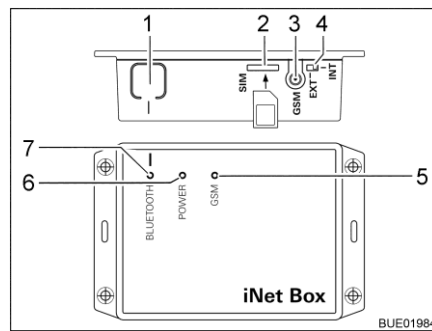

Bild 251 Truma iNet-Box
- Tryck in knappen BLUETOOTH (Bild 251,1) på iNet-Box i 1 sekund. Truma iNet-Box förblir synlig i ungefär 2 minuter i mobil terminalenheten (Namn: "Truma iNet-Box"). Under denna tidsrymden, blinkar den blå lysdioden BLUETOOTH (Bild 251,7).
- Skjut försiktigt in mini-SIM-kortet med ett telefonnummer och tillräckligt med kredit, i kortutrymmet i Truma iNet-Box, enligt beskrivningen (Bild 251,2) tills det hakar fast. Den röda lysdioden GSM (Bild 251,5) ska blinka kontinuerligt. När den röda lysdioden tänds efter 20 sekunder: Testa mini-SIM-kortet.